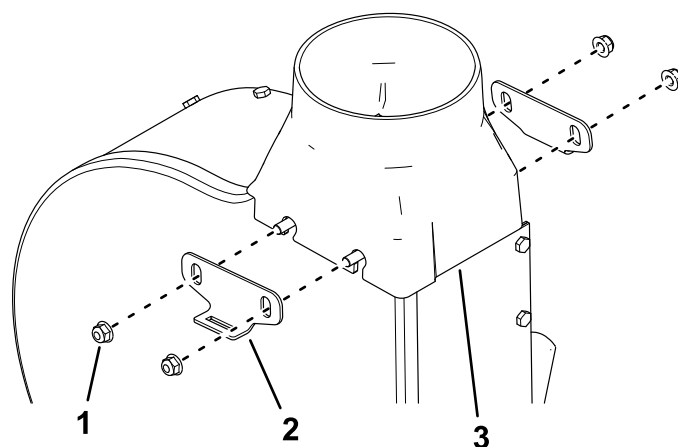

Bild 7
1. Befestigen Sie den neuen Gebläseübergang mit zwei Platten und vier Muttern (Bild 7).